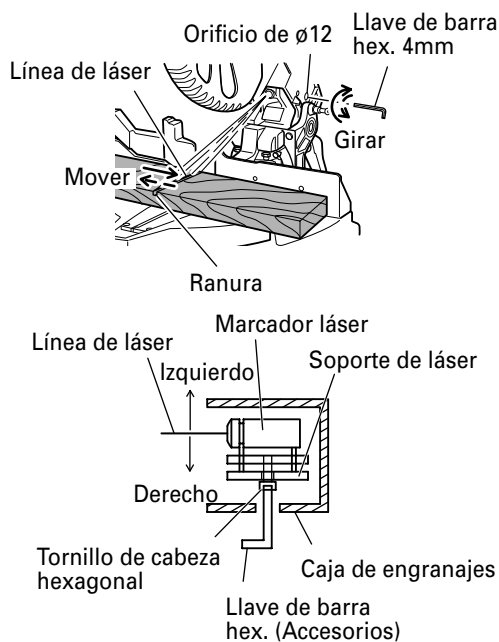

Fig. 17
- (2) A continuación introduzca una llave de barra hexagonal de 4 mm en el orificio de 12 pulgadas de diámetro situado sobre el lado de la caja de engranajes, y gire el tornillo de cabeza hexagonal para desplazar la línea de láser. (Si gira el tornillo de cabeza hexagonal en el sentido de las agujas del reloj, la línea de láser se desplazará hacia la derecha, y si lo gira en sentido contrario a las agujas del reloj, se desplazará hacia la izquierda.) Cuando trabaje con la línea de tinta alineada con el lado izquierdo de la hoja de sierra, alinee la línea de láser con el extremo izquierdo de la ranura. (Fig. 17) Cuando la alinee con el lado derecho de la hoja de sierra, alinee la línea de láser con el lado derecho de la ranura.